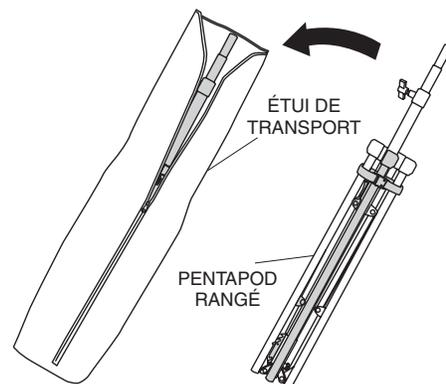

Figure 34. Entreposer dans l'étui de transport
- Mettre le pentapod rangé dans l'étui de transport. Voir Figure 34.